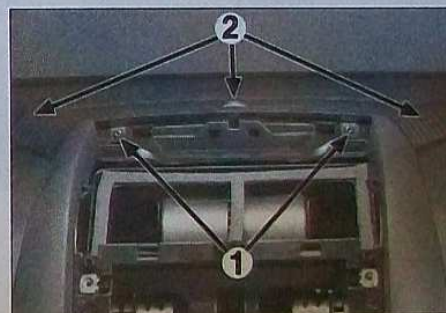

FIG. 17
Déposer les fixations (1) et la grille centrale et de côté de dégivrage du pare-brise (2) (Fig.17).